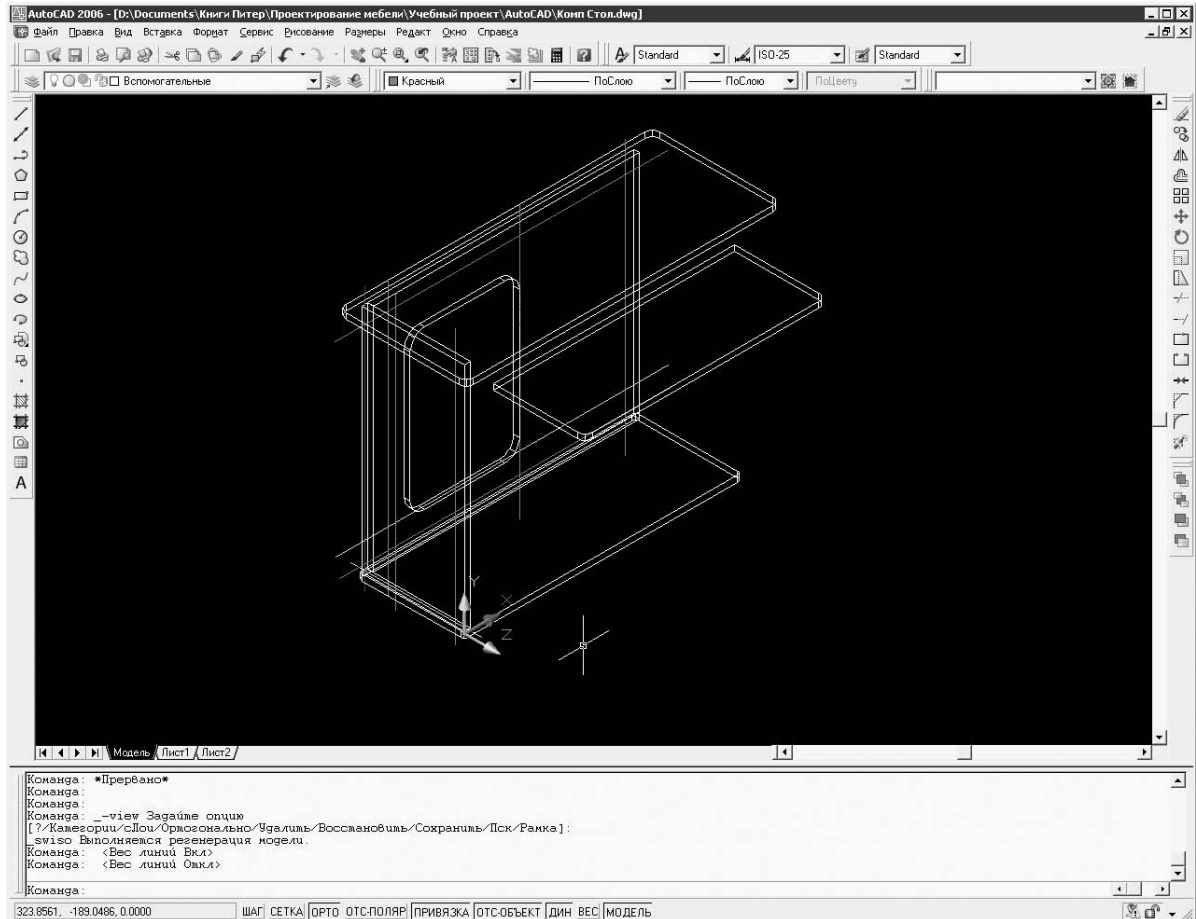

Рис. 5.9
3. Сделать текущим слой Вспомогательные и построить вспомогательные линии там, где должны находиться оси штоков и эксцентриков стяжек. Для наглядности эти линии удобно рисовать различными цветами. Допустим, осевые линии штоков можно сделать синими, а эксцентрики — зелеными (рис. 5.9).